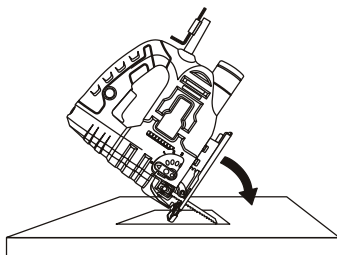

Fig. 12
3. Inclinez la scie sauteuse vers l'avant afin qu'elle repose sur la bordure avant de la semelle. La lame ne doit PAS toucher la pièce à travailler lorsque vous mettez la scie en marche (Fig. 12).